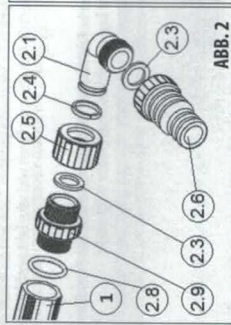
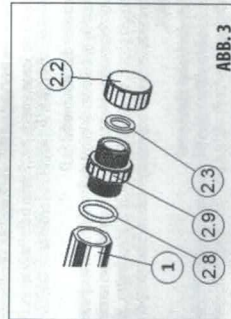

ABB. 2
ABB. 3
- 1) Kompletieren Sie das Panel. An die Rohre des Solarpanels schrauben Sie die Übergangsmuffen (2.9) mit O-Ringen aus Silikon (2.8). **WIR EMPFEHLEN, AN DIE FRONTDÜBLUNGSLÖCHER DES SOLARPANEL-ROHRS (1) EINE DÜNNE SCHICHT DES MITGELIEFERTEN SCHMIERSTOFF AUFTUZUTRAGEN, SO VERMEIDEN SIE EVENTUELLE UNDICHTHEITEN.** An die Übergangsmuffen montieren Sie dann die Schlauchomne (ABB. 2) und Stopfen (ABB. 3). In einem der Rohre befindet sich in der Mitte eine Stopfbüchse, an diesem Rohr sind die Schlauchomne anzuwenden, an anderen Rohr sind die Stopfen zu montieren.